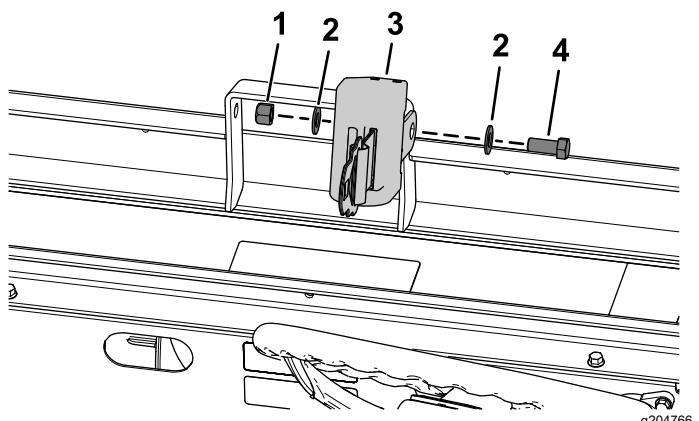

Figura 28
4. Instale un cinturón de seguridad con un perno de cabeza hexagonal (7/16" x 1"), 2 arandelas planas (7/16"), y una contratuerca (7/16"), según se muestra en Figura 28.